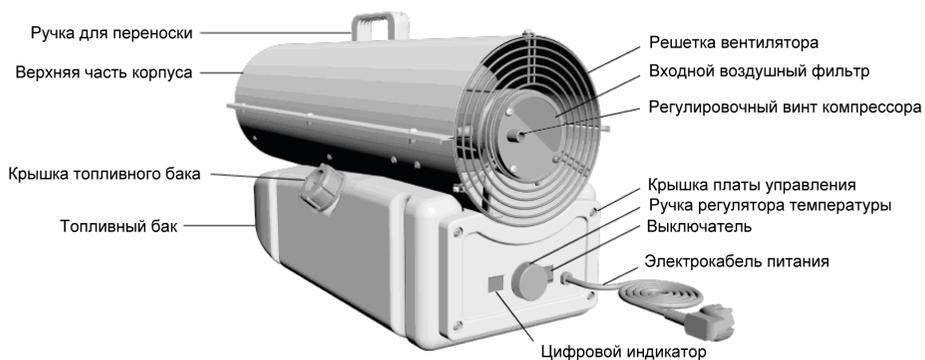

Рис. 1. Устройство воздухонагревателя (на примере модели RTD-20, RTD-30).
4. Включите воздухонагреватель, переведя выключатель в положение «Вкл.» (рис. 1). Загорится цифровой индикатор температуры;